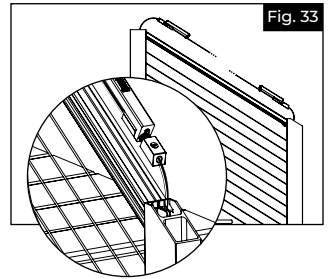

Fig. 33
- a. Pase el cable por el resorte de tensión B y el tensor. Coloque el resorte de tensión B y el tensor en la viga superior en el poste inferior (Fig. 33).